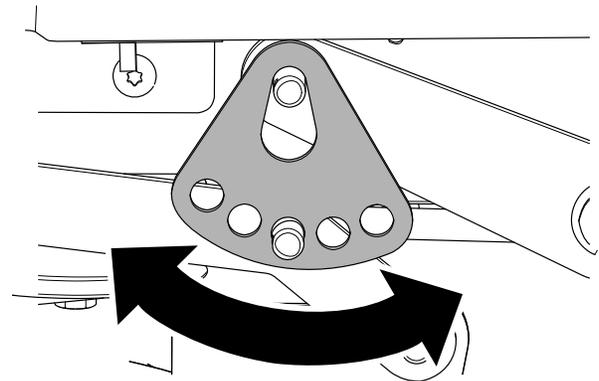

Figura 72
7. Ruotate la piastra dell'altezza di taglio a un foro differente, in modo tale che supporti il peso del piatto di taglio dopo l'installazione della piastra (Figura 72).
8. Installate la rondella e la coppiglia (Figura 72).